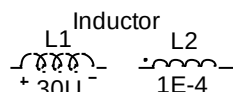

Рис. 5.8 – УГО индуктивности
5.2.3 Катушка индуктивности (Inductor) (рис. 5.8)
Представленные УГО катушки индуктивности (рис. 5.8), показывают разновидности значений атрибута **SHAPEGROUP**: $L1 - \text{main}$; $L2 - \text{Rus}$ (доработка авторов).